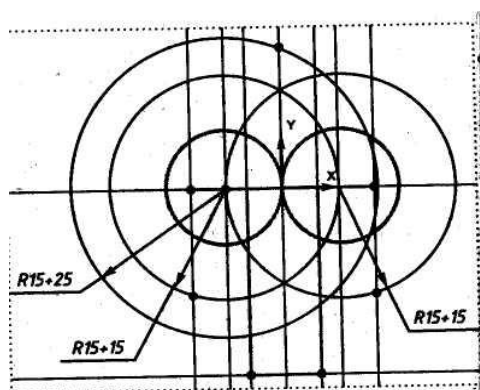
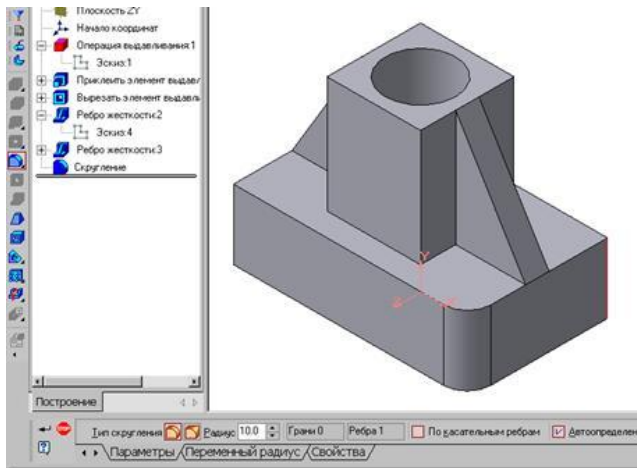

Рисунок 46
Рисунок 60 - Построение скругления ребер
5. На панели инструментов выбираем по очереди команды Ввод вспомогательной горизонтальной прямой и Ввод вспомогательной вертикальной прямой, проводим через начало системы координат окна документа (команда <Ctrl>+<0> на цифровой клавиатуре). Нажмите <Enter> (см. рис.46).
6. С помощью параллельных вспомогательных прямых по команде Ввод вспомогательной параллельной прямой на панели инструментов строим каркас нашей детали (оранжевый цвет) относительно прямых, полученных на рис. 46, по размерам, указанным на рис. 60. Размеры для параллельных прямых вводим в окне ds «строки параметров» по команде <Alt>+<s>.
детали, используем кнопку  Скругление (рис.60), на панели свойств задаем радиус скругления 10 мм и указываем курсором ребро основания. Затем нажимаем кнопку Создать объект.